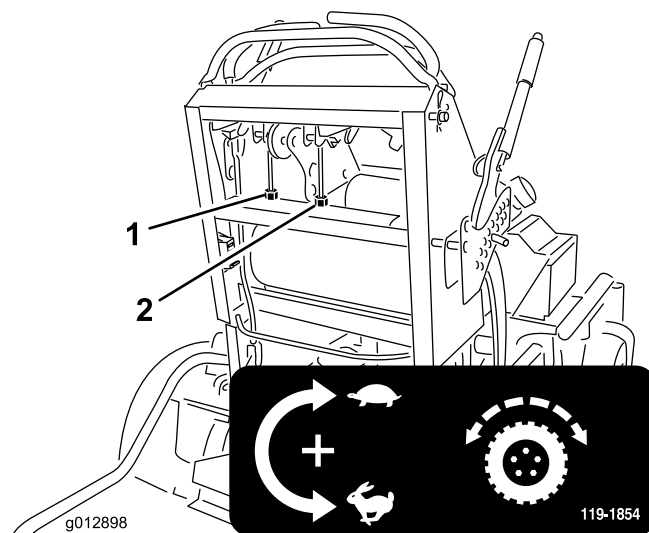

Figura 56
4. Gire la rueda de ajuste del cable derecho hasta que la palanca de control de movimiento derecha quede posicionado en el centro de la ranura de bloqueo/punto muerto del panel de control. Luego, gire la rueda de ajuste del cable izquierdo en incrementos de un cuarto de vuelta hasta que la máquina avance en línea recta (Figura 56).